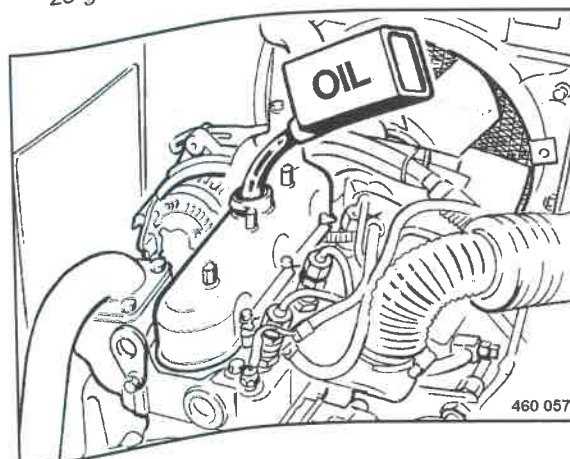

Fig. 105
- Rabboccare nuovo olio motore (Fig. 105).